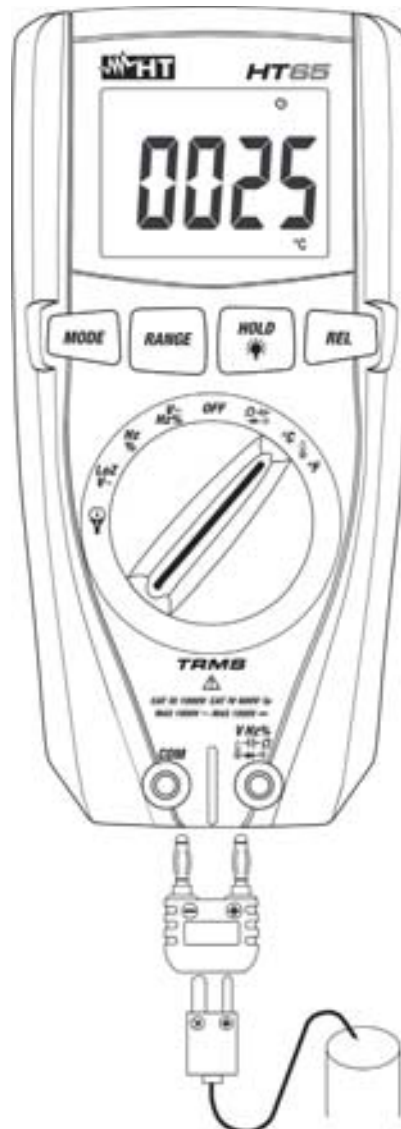

Fig. 9: Uso del instrumento para medida de Temperatura
2. Inserte el adaptador en dotación en los terminales de entrada **VΩHz** (polaridad +) y **COM** (polaridad -) (vea Fig. 9)